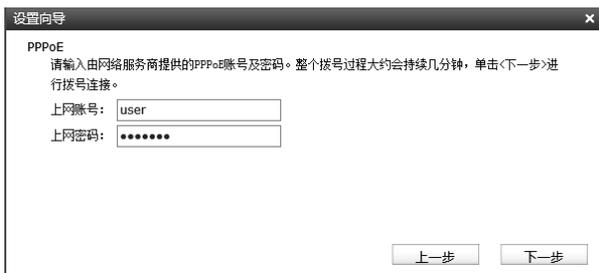

图 5-8 上网方式-PPPoE
- 1) 如果上网方式为PPPoE，即ADSL虚拟拨号方式，则需要填写网络服务商提供的上网账号与密码，如图 5-8所示。